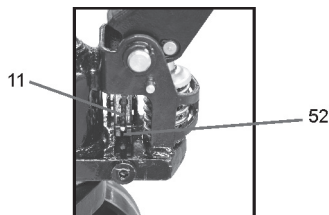

Fig. 5 – Ecaje de la cadena
- c. Encaje la punta (pasador roscado y tuerca "11") de la cadena "10" en la ranura de la barra de ajuste "52" (fig. 5).